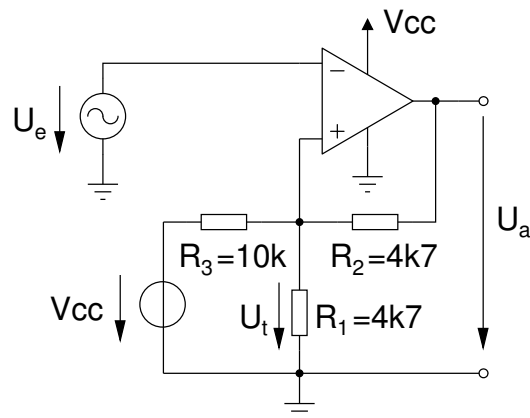

Abbildung 11: Invertierender Schmitt-Trigger
Bauen Sie die Schaltung aus Abbildung 11 auf und simulieren Sie das Verhalten des Systems mit LTSpice. Beachten Sie dabei die im Vergleich zu den vorigen Simulationen geänderte Versorgungsspannung.
- Bauen Sie die Schaltung aus Abbildung 11 mit dem OPV LM324 auf. Verwenden Sie das Netzgerät zur Erzeugung der Versorgungsspannung V_{cc} von +5 V. Verbinden Sie als Eingangssignal eine Sinusspannung mit der Frequenz 5 Hz, einem Offset von 2.5 V und einer Amplitude von 5 Vpp.